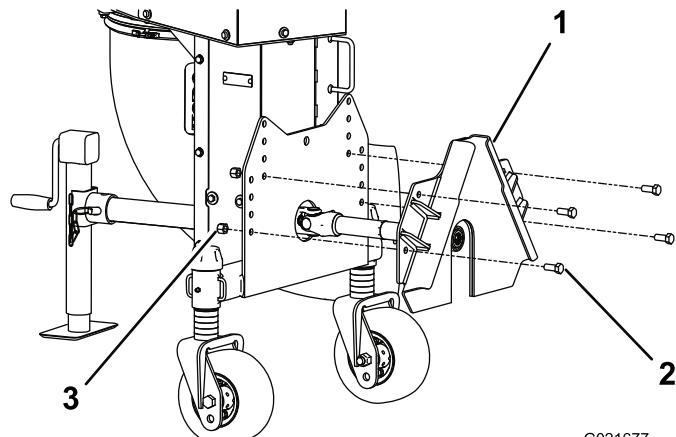

Figura 11
- Installate la piastra di montaggio al telaio del soffiatore di detriti con (4) bulloni da 1/2 x 1-1/4 poll. e (4) dadi di bloccaggio da 1/2 poll. (Figura 11). In fase di installazione, utilizzate la serie di fori inferiore su ciascun lato della piastra di montaggio. Serrate i bulloni a una coppia di 92-113 N·m.